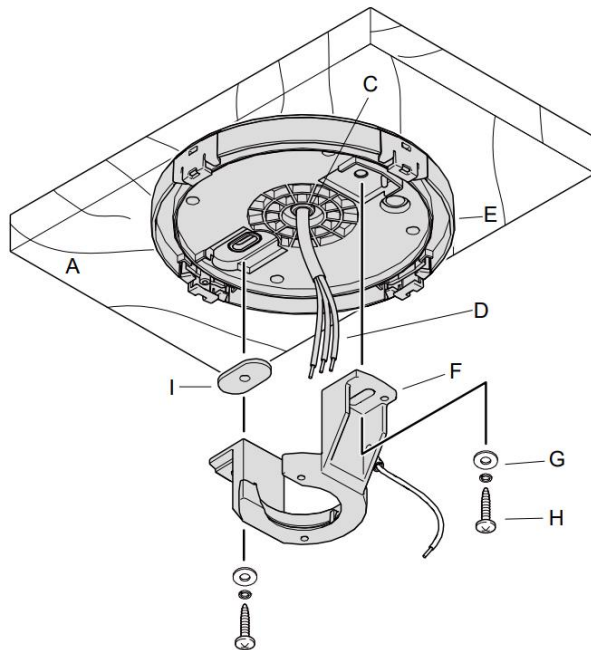
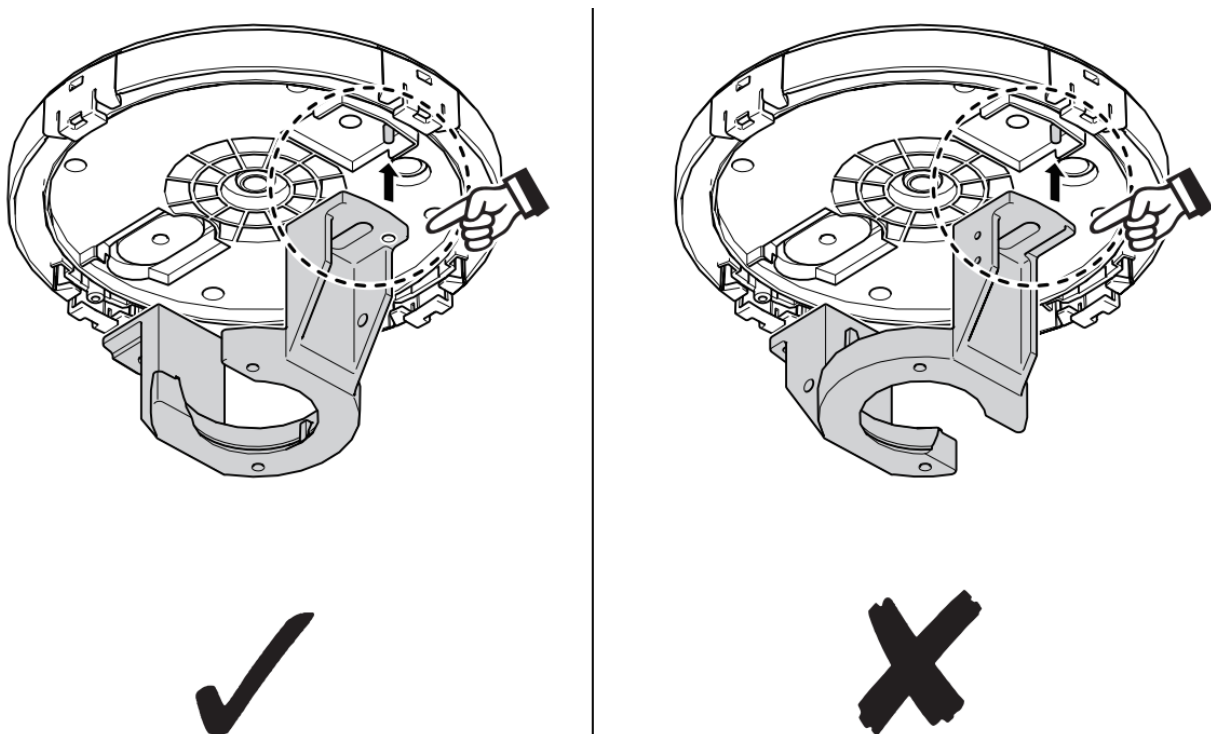

Fig. 5
Fig. 6
- Pase los cables de alimentación y el cable de tierra (D) de la caja de salida del techo a través del pasacables (C) de la cubierta del florón (E).
- Fije el soporte de montaje (F) a la cubierta del florón (E).
NOTA: Compruebe para asegurar que la dirección de montaje del soporte de montaje sea la correcta y asegúrese de que la tapa sellada (I) se encuentre en su sitio (Fig. 5 y Fig. 6)
- Instale el soporte de montaje (F) t la cubierta del florón (E) en la el tomacorriente con los tornillos de montaje (H) suministrados con la caja tomacorriente y las arandelas (G) incluidas con el ventilador. **Fig. 5**